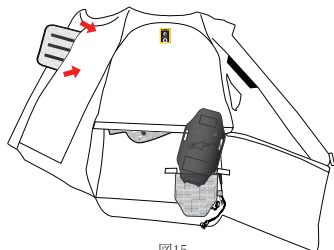

図15
5. エアバッグの胸部を覆う前面部分では、クリップを開き、エアバッグの前面と背面にあるフックとループのパッチを取り外します。最後に、右袖の上にある開口部からエアバッグを取り出します (図15)。